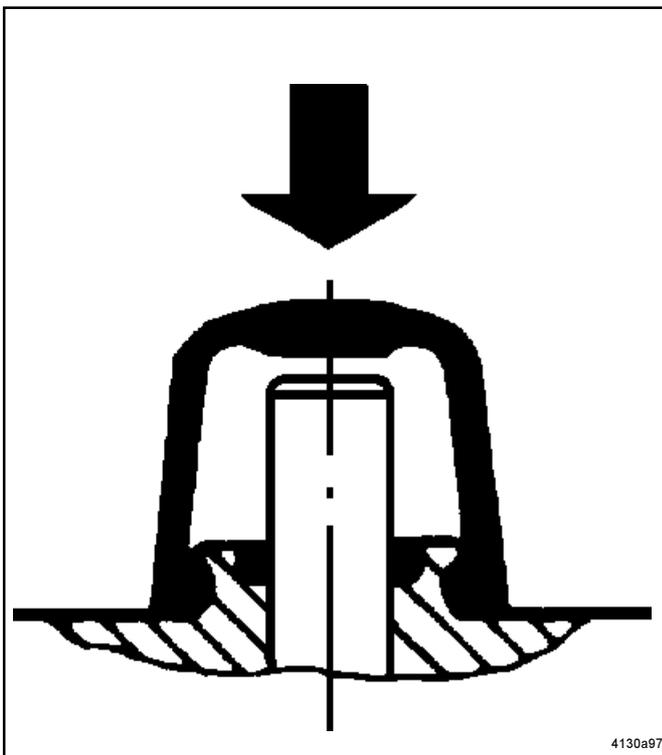

Fig. 5 - actionnement manuel d'urgence : appuyer sur la tige de l'aimant
- * Actionnement manuel d'urgence : en appuyant sur la tige de l'aimant (placée sous le capuchon en plastique, voir la fig. 5), on déclenche une impulsion manuelle dans le but de vérifier l'électrovanne.